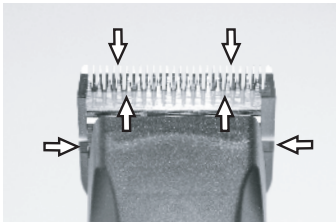

Abb. 24
Für ein gutes Scherergebnis und zur Erhöhung der Lebensdauer der Schermaschine und des Scherkopfes ist eine dünne Ölschicht zwischen dem Ober- und Untermesser unumgänglich (Abb. 24).
- ▶ Schermesser während der Schur ausreichend ölen (mindestens alle 15 Minuten), damit sie nicht trocken laufen (Abb. 24).
Die Messer müssen vor, während und nach jedem Gebrauch geölt werden. Wenn die Messer der Schermaschine Streifen hinterlassen, ist dies ein sicheres Zeichen, dass Sie Öl benötigen. Einige Tropfen Öl vorne und seitlich auf die Schermesser auftragen (siehe Pfeile Abb. 24). Überschüssiges Öl mit einem weichen, trockenen Tuch abwischen. Schmiersprays enthalten nicht genug Öl für eine gute Schmierung, eignen sich jedoch zur Kühlung der Schermesser. Beschädigte oder gekerbte Messer sofort auswechseln um Verletzungen zu verhindern.